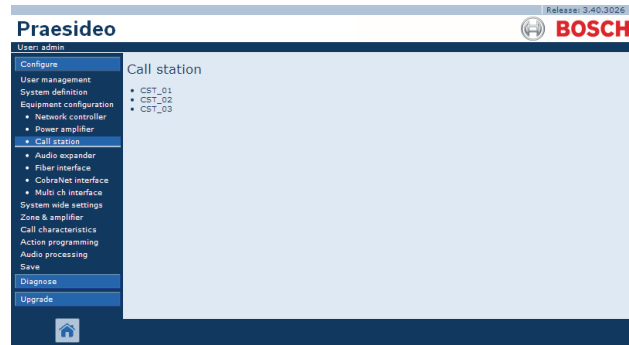

figura 44.27: Configurar una estación de llamada, paso 1
- 1 Vaya a *Configure > Equipment configuration > Call station*. Aparece una pantalla similar a la mostrada en figura 44.27 en el cuadro principal de la interfaz Web.